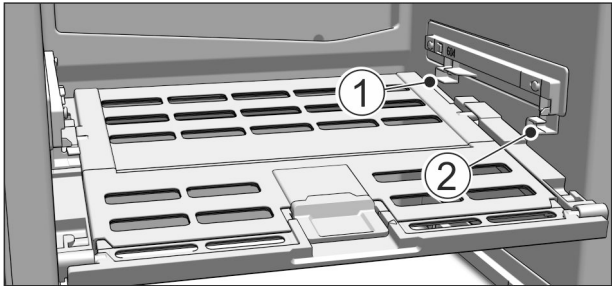

Fig. 50
- 装入水果和蔬菜长久保鲜盖子：将桥形接片由下方导入后部固定支架 Fig. 50 (1)内并卡在固定支架 Fig. 50 (2)的前部。